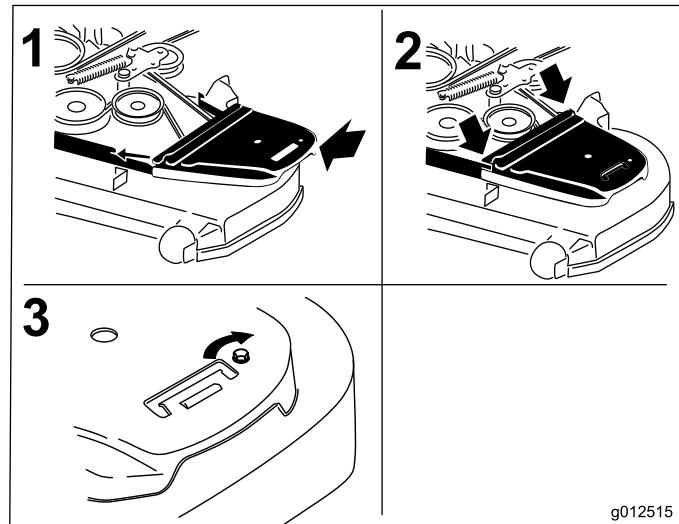

Figura 75
12. Montate i paracinghia e i relativi bulloni (Figura 75).